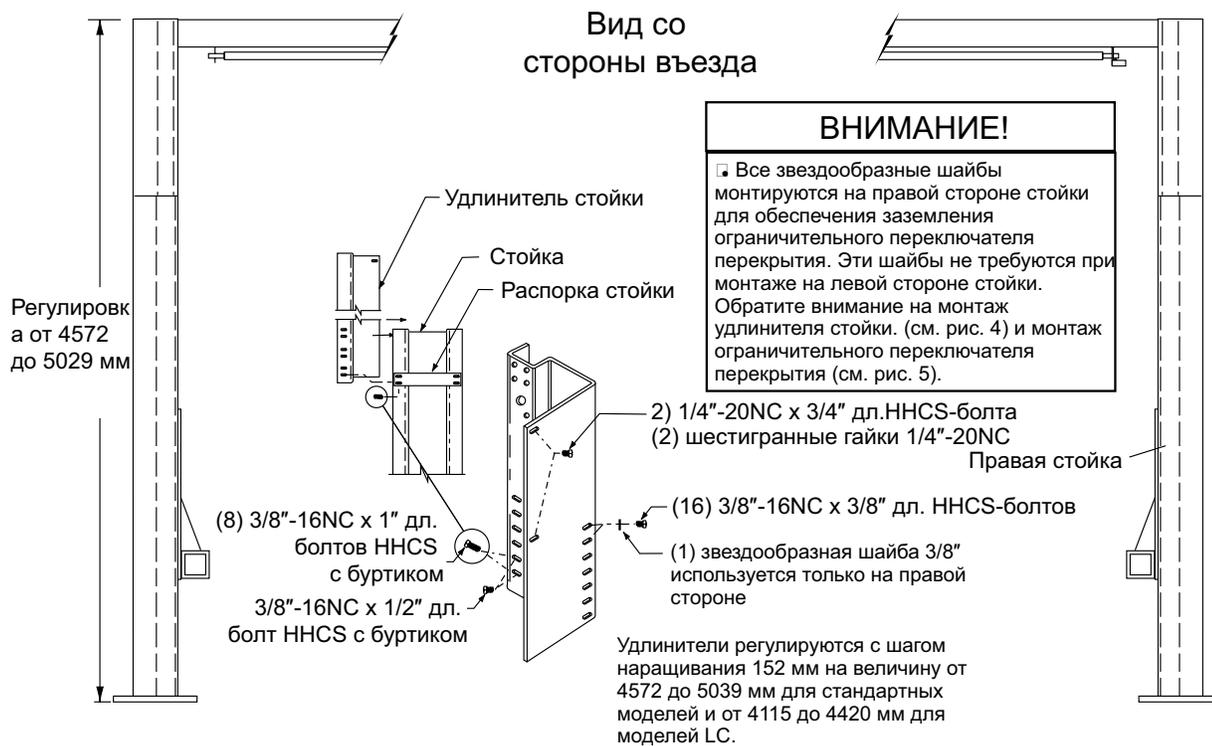

Рис. 4
2. Высота подъемника: См. на рис. 4 общую высоту каждой отдельной модели подъемника. Добавьте мин. 25,4 мм к общей высоте для самого низкого препятствия.
5. Установите на стойки удлинители стоек, используя (16) 3/8"-16NC x 3/8" дл. HHCS-болтов с буртиком (см. рис. 4), а также стяжки стоек с помощью (8) 3/8"-16NC x 1" HHCS-болтов с буртиком (см. рис. 4). Отрегулируйте должным образом вертикальное положение удлинителей стоек.